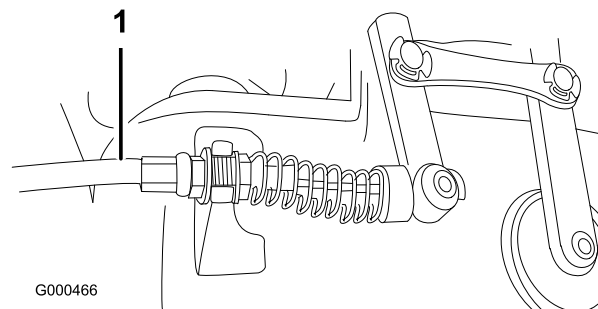

Figure 50
2. Pour accroître la tension du câble, desserrez l'écrou de blocage avant et serrez l'écrou de blocage arrière (situé sur le dessus du boîtier d'engrenages) (Figure 50) jusqu'à ce que la force du câble ajoute une force de 3,2 à 4,5 kg mesurée au bouton de commande.